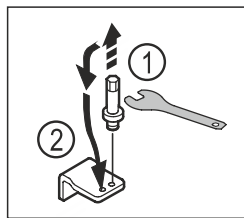

Fig. 17
- ▶ Skruva ur den undre lagerbockens bult med utvändigt sexkantsnyckel NV5. Fig. 17 (1)
- ▶ Sätt in bult på motsatta sidan. Fig. 17 (2)